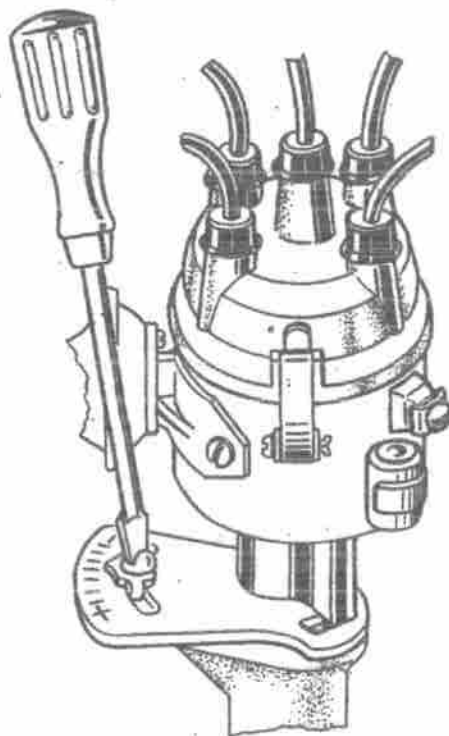

Bild 254. Einstellen des Zündvorkwinkels mit Hilfe des Oktanverstellkopfes
4. Die Skala des Oktanverstellkopfes in Mittelstellung zwischen "+" und "-" (Bild 254) einstellen.